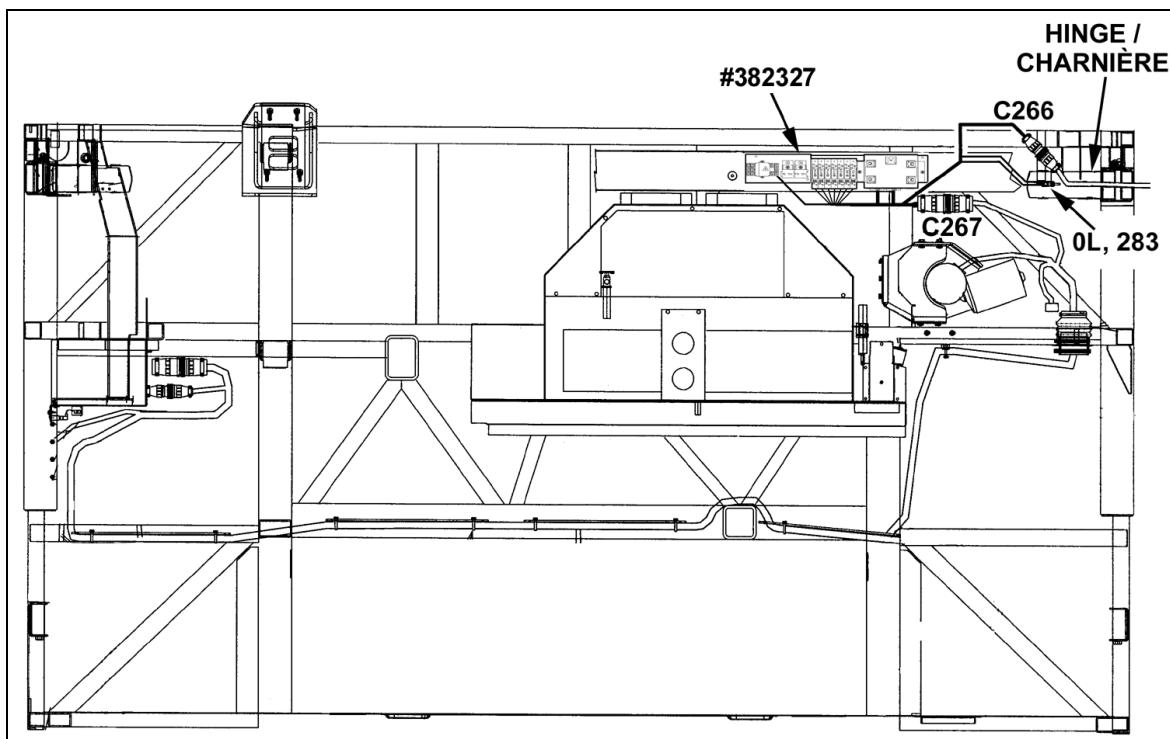

FIGURE 4 : LOCALISATION DU MODULE ÉLECTRONIQUE SUR LA STRUCTURE AVANT XLII
2. Débrancher les connections électriques du module électronique actuellement sur le véhicule et retirer le module (figure 4).
3. Installer le nouveau module #382327 (il peut être nécessaire de repercer la structure). Brancher les connecteurs C266 et C267 selon la figure 4.
4. Raccorder les fils OL et 283 à l'interrupteur de fin de course situé près de la charnière supérieure de porte (figure 4).